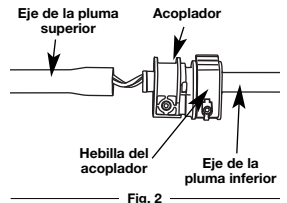

Fig. 2
2. Despliegue la unidad, de manera que la pluma inferior quede alineada con la pluma superior (Fig. 2).
**NOTA:** Asegúrese de que la hebilla del acoplador esté en la posición cerrada con abrazaderas y que el acoplador esté en la parte superior de su área de recorrido en la pluma superior (Fig. 2).
- Instale y apriete los tornillos con un destornillador Phillips (Fig. 2).